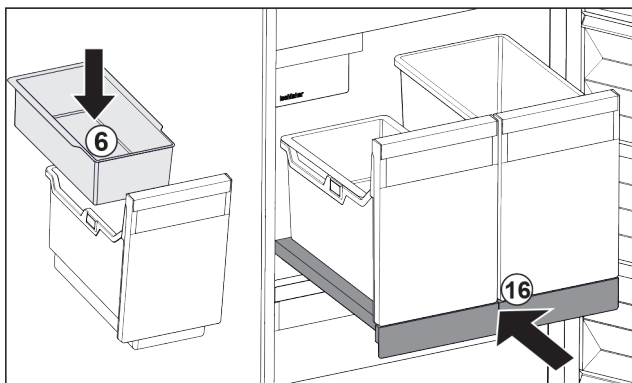

Fig. 106
- ▶ Introduceți tava suspendată Fig. 106 (6) pentru cuburi de gheață.
- ▶ Inșerați raftul extractibil cu recipientele (IceTower). Fig. 106 (16)